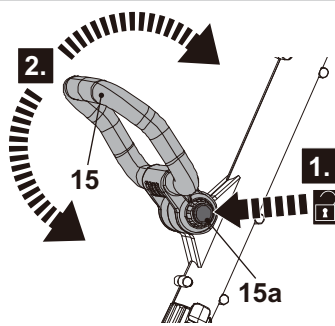

Fig. 4
1. Presione el botón de bloqueo (15a) y manténgalo en posición, luego gire el asa auxiliar (15) hacia arriba o hacia abajo para ajustar el ángulo (Fig. 4).
2. Suelte el botón de bloqueo (15a), y continúe girando suavemente el asa auxiliar (15) hasta que encaje en su lugar. Asegúrese de que el sistema de dientes encaja en su sitio.